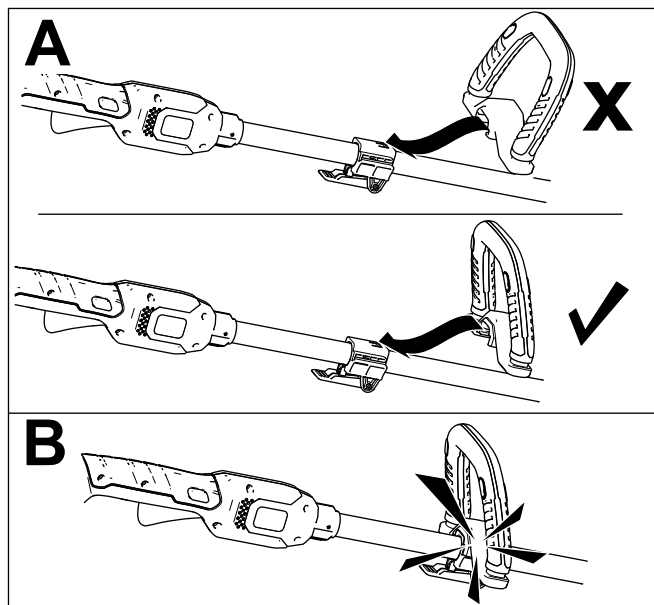

Figure 3
1. Alignez le creux le long du manche sur le creux de la poignée auxiliaire et faites glisser la poignée auxiliaire vers le manche de la débroussailleuse (encadré A de la Figure 3).
2. Enclenchez la poignée fermement en place (encadré B de la Figure 3).